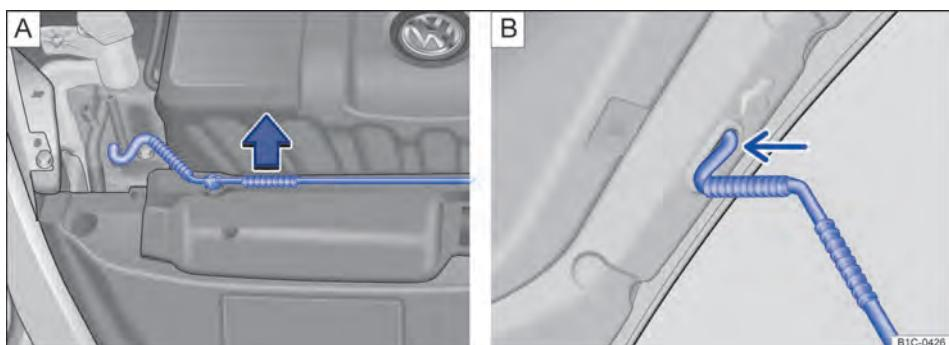

Fig. 134 A: suporte da haste de sustentação da tampa no compartimento do motor. B: tampa do compartimento do motor levantada.
- Retirar o apoio dobrável do suporte no sentido da seta \Rightarrow Fig. 134 A e encaixá-lo na abertura na tampa do compartimento do motor \Rightarrow Fig. 134 B (seta).
- Desenganchar o apoio dobrável e travá-lo no suporte no fecho \Rightarrow Fig. 134 A.